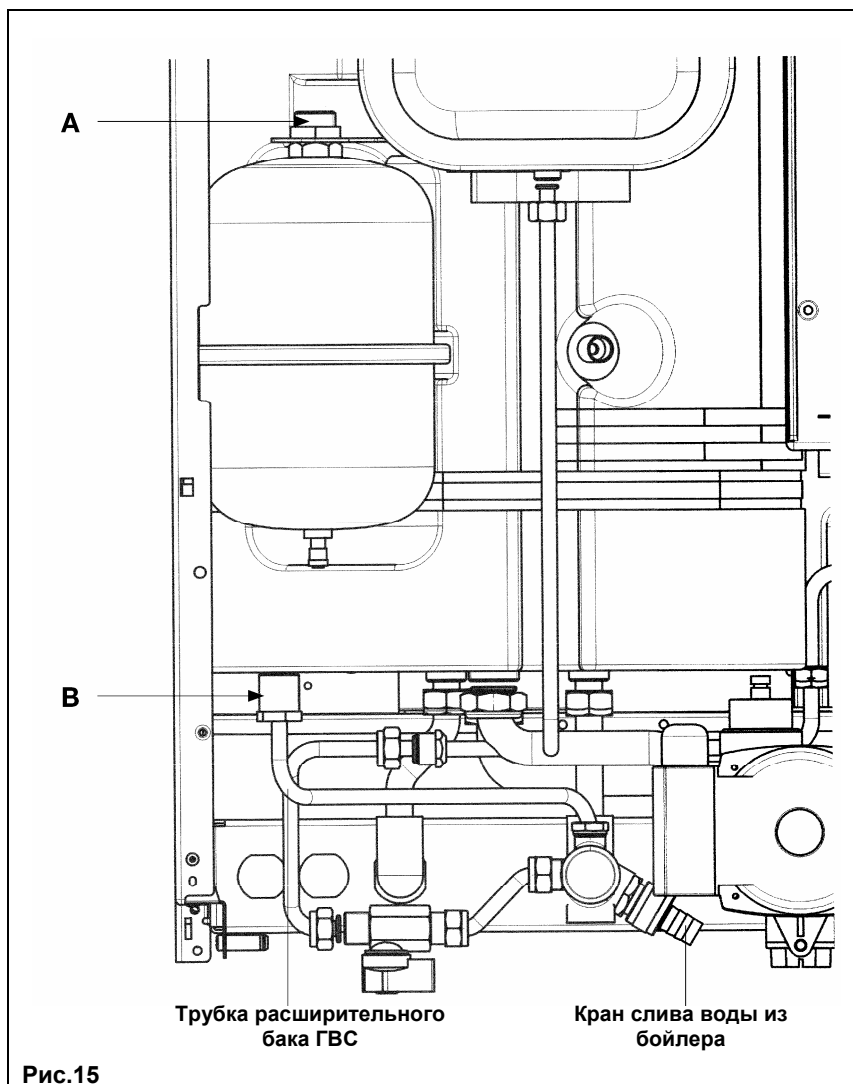

Рис.15
- открыть кран слива бойлера (Рис.15);
Подсоедините гибкий шланг (входит в комплект поставки) к местам подсоединений **А** и **В** как показано на Рис.15.